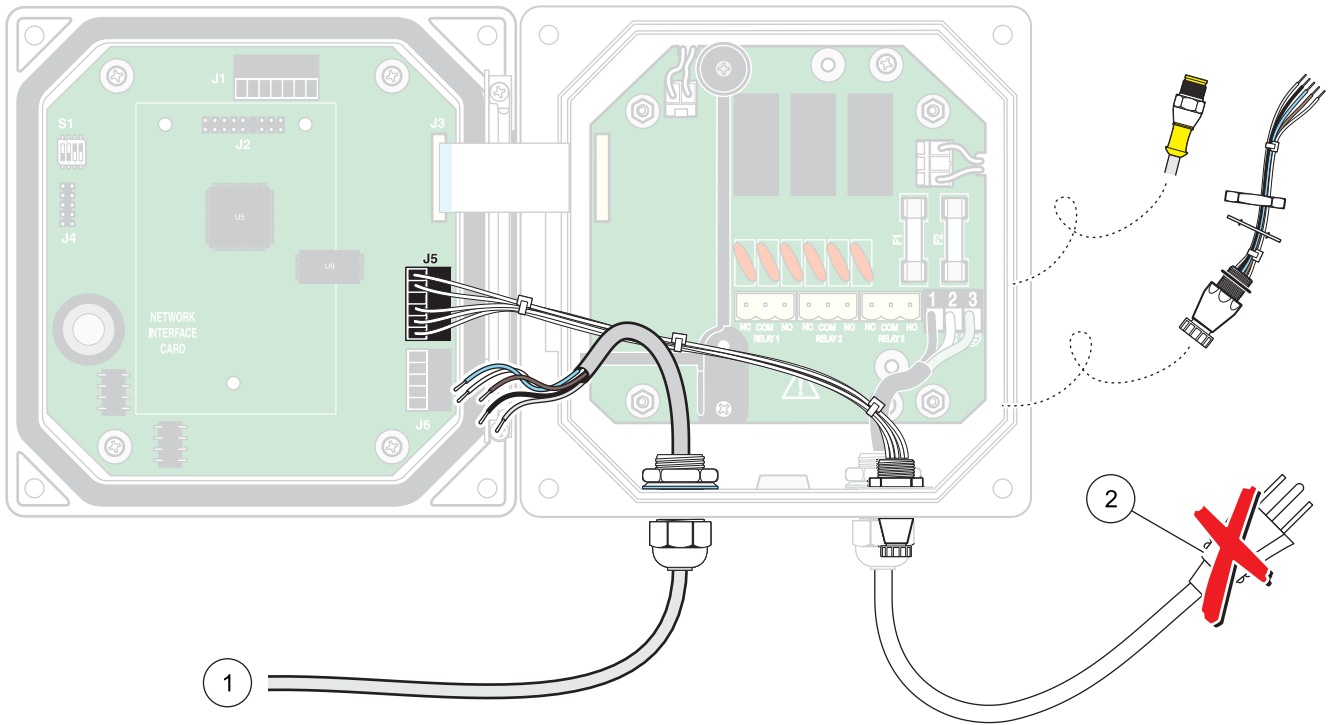

图 14 用硬接线连接 SS7 sc
3. 断开并拆除快速接头和接线板 J5 之间现有的电线（图 14）。
10. 按表 1 和图 14 中的描述接线。